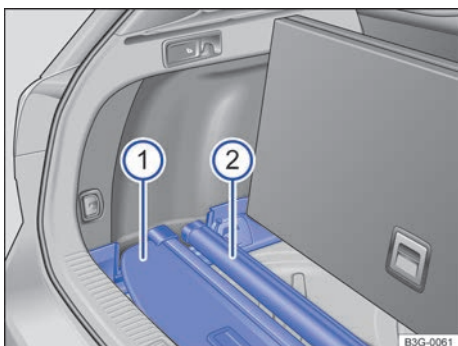

Fig. 130 Debajo del piso del maletero: guardar la cubierta del maletero y la red de separación.
- Deposite la cubierta del maletero desmontada → fig. 130 ① sobre los rebajes traseros de las consolas laterales, tal y como se muestra en la figura.
- Deposite la red de separación desmontada → fig. 130 ② sobre los rebajes delanteros de las consolas laterales, tal y como se muestra en la figura.